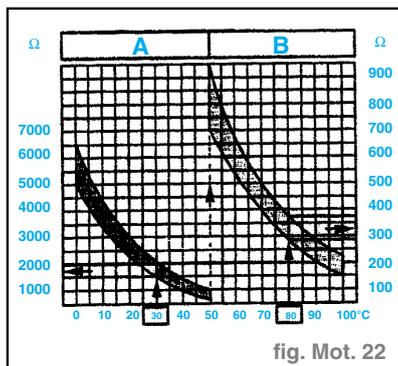

fig. Mot. 22
- Valeur assignée voir diagramme. (fig. Mot. 22)